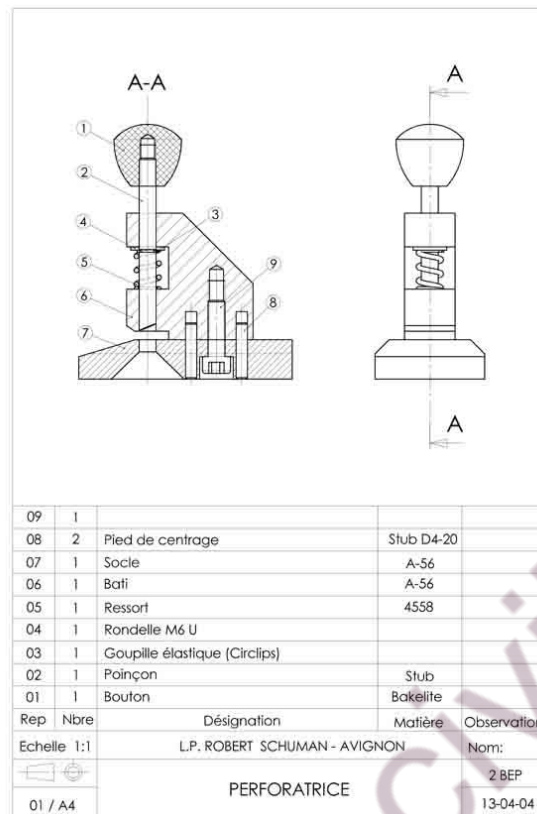

Figure 1a : Exemple de dessin d'ensemble d'une perforatrice
1.3.1 Dessin d'ensemble (figures 1a et 1b)